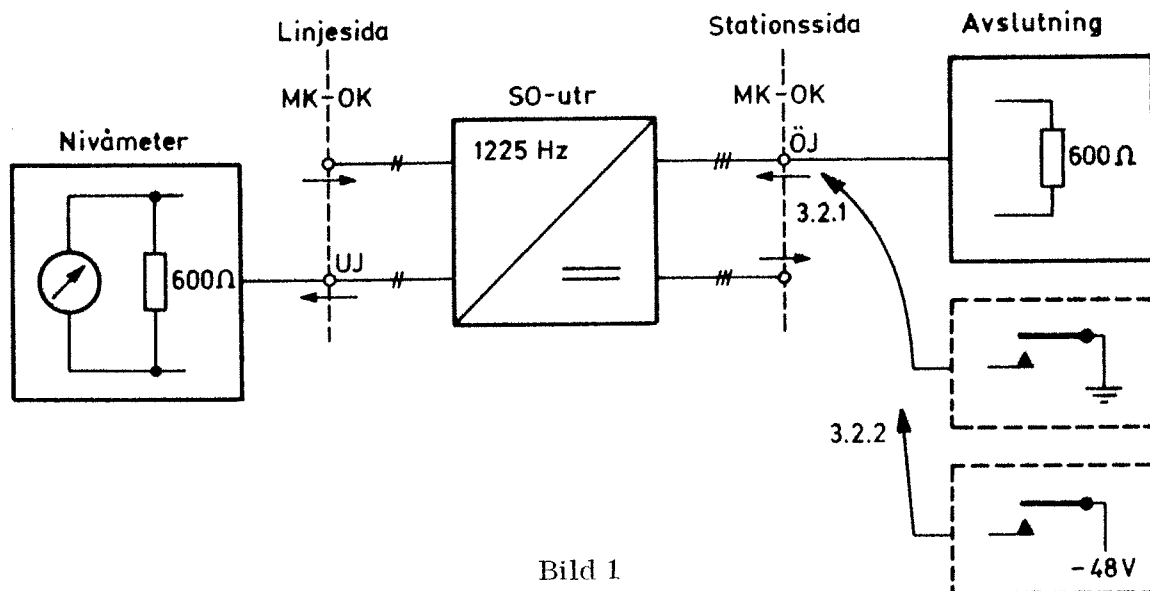

Bild 1
Koppla upp enligt bild 1.
- 3.2.1 Signalera i riktning från stationssidan, bild 1. På anläggningar där man signalerar från betjäningsplatsen, stomanslut hylsan i ÖJ/MK-OK, stationssidan.